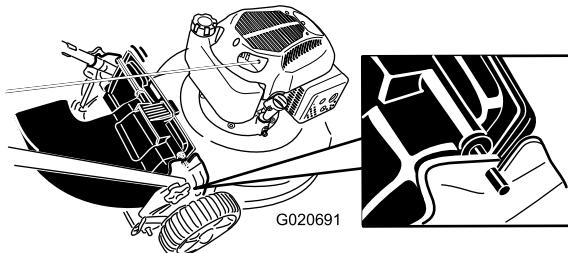

Figura 24
- Inserite i perni del deflettore di scarico posteriore nelle tacche presenti sulla macchina (Figura 24).